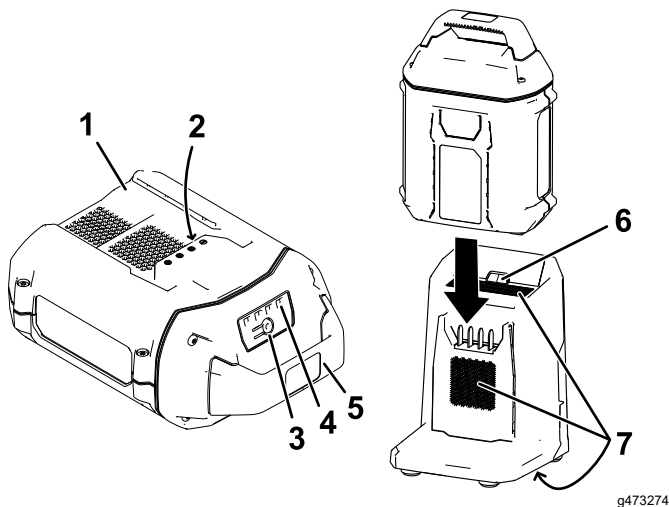

Bild 14
2. Fluchten Sie die Einbuchtung im Akkupack (Bild 14) mit der Aufnahme am Ladegerät aus.
3. Schieben Sie den Akkupack in das Ladegerät, bis es einrastet (Bild 14).